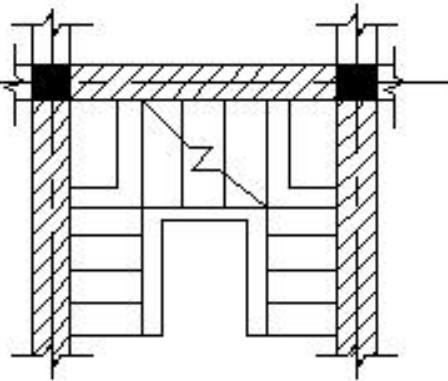

图 4-6 填充后效果
为 45, 填充比例为 15, 填充效果如图 4-6 所示。
5、单击“确定”按钮，完成图案填充，效果如图 4-6 所示。